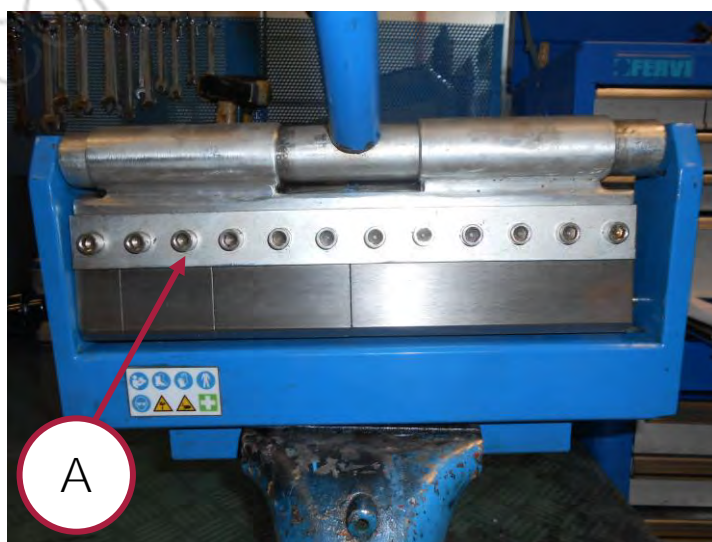

Figura 5 – Cambio del punzone.
1. Svitare le viti a testa esagonale di interesse in base ai coltelli di piegatura da rimuovere (rif. A in Figura 5) mantenendo il punzone in posto.